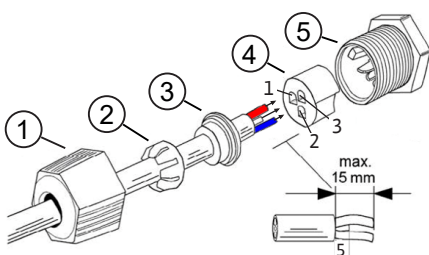

Fig. 18: Quickon-Steckverbinder
2. Die Leitungsummantelung des Signalkabels entfernen (ca. 15 mm). Die Aderenden müssen bündig mit dem Spleißring (Pos. 4) abschließen bzw. dürfen max. 2 mm überstehen, siehe Fig. 18.